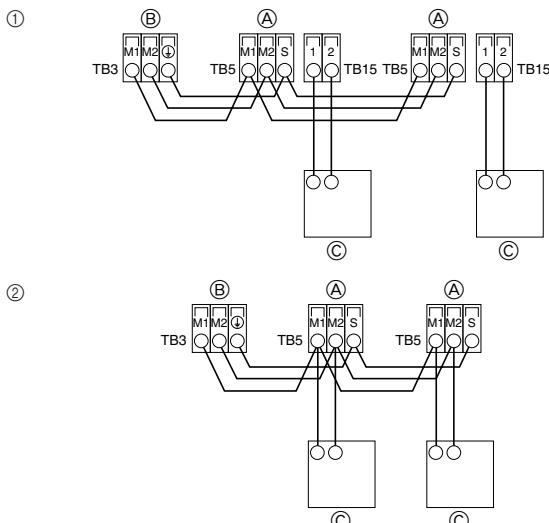

Fig. 4-2
4.2. Ligação dos cabos de transmissão do controlo remoto e das unidades interior e exterior (Fig. 4-2)
- ① Controlo remoto MA
- ② Controlo remoto M-NET